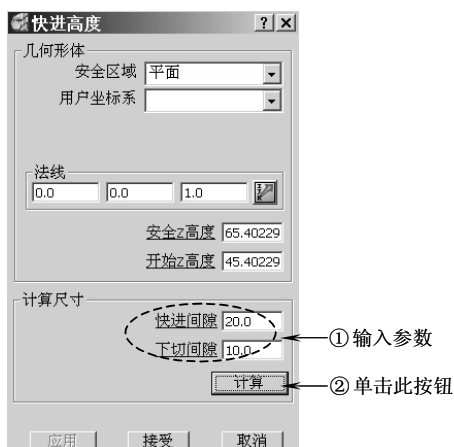

图 4-40 设置快进高度参数
4) 设置快进高度：在 PowerMILL 综合工具栏中单击快进高度按钮，打开“快进高度”表格，按图 4-40 所示设置快进高度参数，完成后单击“接受”按钮退出。